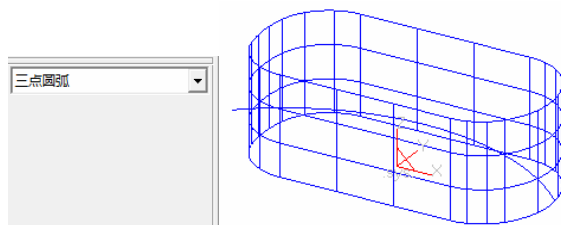

图 8-81 绘制圆弧
2) 选择下拉菜单“造型”→“曲线生成”→“圆弧”命令, 或者单击“曲线生成栏”工具栏上的“圆弧”按钮, 选取“三点圆弧”画圆弧方式, 输入点坐标分别为 $(-64.8, 8.9)$ $(-8.8, 30)$ $(54.8, 3.7)$, 绘制圆弧, 如图 8-81 所示。